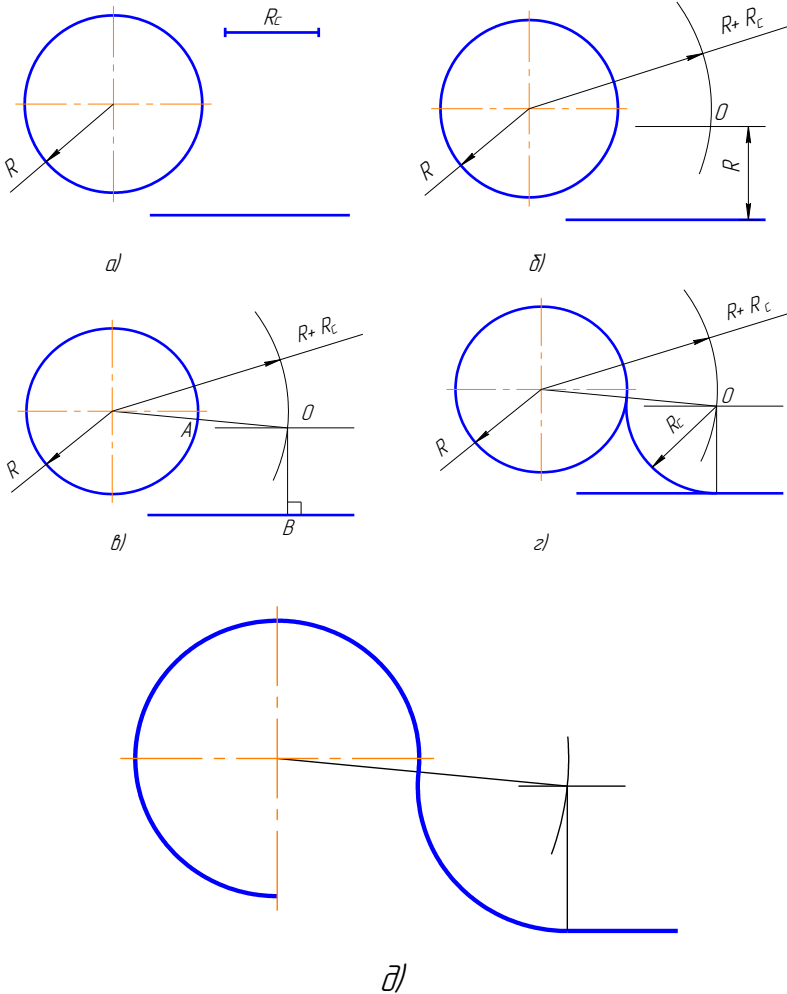

Рисунок 3.10 – Построение сопряжения дуги и прямой линии, при заданном радиусе
1. Находим центр сопряжения. На расстоянии, равном радиусу сопряжения, проводим геометрические места точек, равноудаленных от заданных прямой и окружности, (рисунок 3.10, б). Центр сопряжения – точка  $O$ .
2. Находим точки сопряжения  $A$  и  $B$ : опускаем перпендикуляр из точки  $O$  на заданную прямую и соединяем точку  $O$  с центром заданной окружности (рисунок 3.10, в);
3. Строим дугу сопряжения: между точками сопряжения проводим сопрягающую дугу заданного радиуса  $R$ , (рисунок 3.10, е).